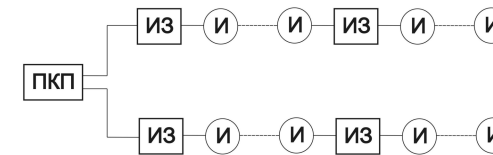

Рис. 2
3.4 Включение изолятора в шлейфы сигнализации с разной топологией представлено на Рис. 2, 3 и 4, где: ПКП- прибор приемно-контрольный, ИЗ – изолятор, И – извещатель.